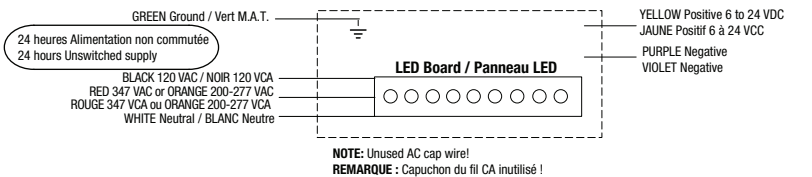

Fig. 3
2. Plug battery into the circuit board (Fig. 3).
2. Branchez la batterie dans le circuit imprimé (Fig. 3).